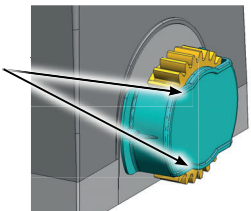

Fig. 10
3. Ställ in reduktionsväxeln höjd och avstånd från grinden i enlighet med måtten i Fig. 10.